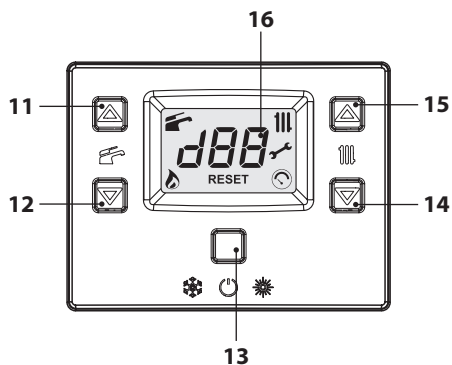

Figura 7.2
- Entrare in "modalità programmazione" premendo contemporaneamente per 10 secondi i tasti 13-14-15 (Figura 7.2) fino a far apparire sul display LCD le lettere **Pr** che si alternano al numero del parametro **01**, indicanti l'entrata nel "parametro 01" (Figura 7.3).
- Scorrere i vari parametri utilizzando i tasti 14 o 15 (Figura 7.2) fino a far apparire sul display LCD le lettere **Pr** che si alternano al numero del parametro **09**, indicanti l'entrata nel "parametro 09" (Figura 7.4).
- Utilizzando i tasti 11 o 12 (Figura 7.2) è possibile scorrere i vari valori di regolazione.
- Utilizzare i tasti 14 o 15 (Figura 7.2) fino a portarsi allo stato **LP** (spazzacamino attivo in minimo sanitario) e premere il tasto 13 per confermare. Sul display appare **LP** alternato alla temperatura massima in sanitario.
- Agire sui tasti 15 o 14 (Figura 7.2) per incrementare o decrementare il valore. Attendere 3 secondi per stabilizzare la pressione del gas quindi leggere il valore sul manometro gas. **Ricordarsi di mantenere l'andamento in salita.**
- Premere il tasto 12 (Figura 7.2) per 5 secondi per memorizzare il valore.
- Premere il tasto 11 (Figura 7.2) per passare alla taratura del minimo gas. Il display visua-
- Agire sui tasti 15 o 14 (Figura 7.2) per incrementare o decrementare il valore. Attendere 3 secondi per stabilizzare la pressione del gas quindi leggere il valore sul manometro gas. **Ricordarsi di mantenere l'andamento in discesa.**
- Premere il tasto 11 (Figura 7.2) per verificare il valore massimo impostato ed eventualmente correggerlo seguendo la procedura sopra descritta.
- Premere il tasto 11 (Figura 7.2) per verificare il valore minimo impostato ed eventualmente correggerlo seguendo la procedura sopra descritta.